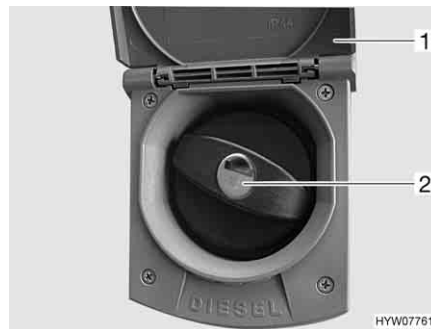

Fig. 20 Coperchio per bocchettone di riempimento per il rifornimento di carburante
- Alzare lo sportello (Fig. 20,1) verso l'alto.
- Inserire la chiave nel cilindro della serratura (Fig. 20,2) e ruotare in senso antiorario.